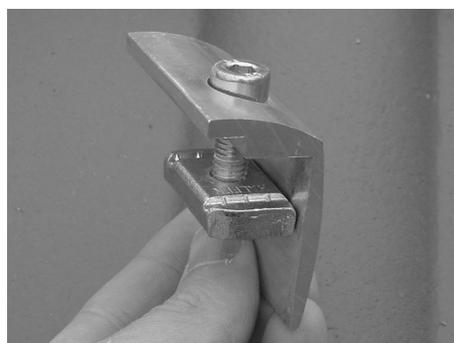

Fig. 5: Dispositivo di fissaggio laterale
- Inserire dall'esterno la vite (a brugola SW 6) nel dispositivo di fissaggio laterale. Bloccare dall'interno la testa a martello della vite (vedi fig. 5) e dare qualche giro alla vite a esagono cavo.